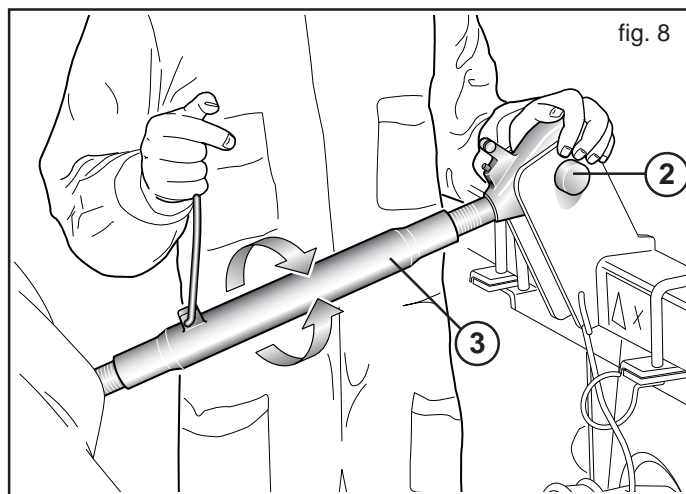
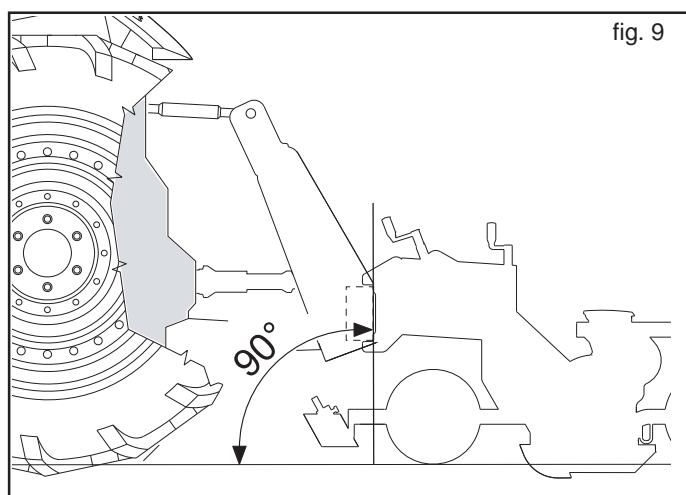

fig. 8
fig. 9
- 2) Den oberen dritten Punkt (2, Abb. 8) ankuppeln. Der Stift muß durch seinen Splint blockiert werden; mit der Einstellzugstange (3, Abb. 8) die Sämaschine senkrecht zum Boden ausrichten (Abb. 9).